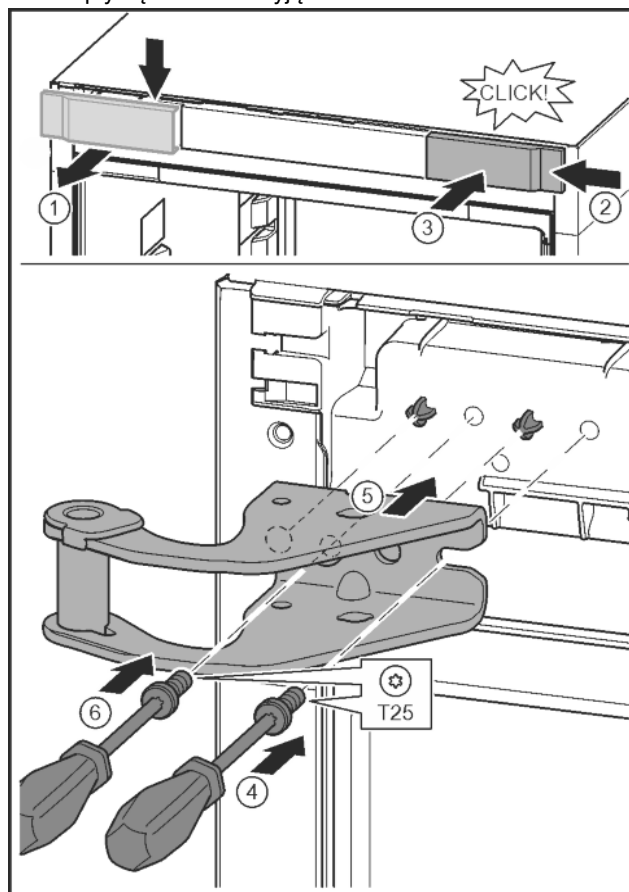

Fig. 15
- ▶ Poluzować osłonę i zdjąć w bok. Fig. 15 (1)
- ▶ Osłonę obrócić o 180° założyć z drugiej strony od prawej. Fig. 15 (2)
- ▶ Zazębić osłonę. Fig. 15 (3)
- ▶ Śrubę założyć przy pomocy śrubokręta T25. Fig. 15 (4)
- ▶ Założyć górną płytkę zawiasu. Fig. 15 (5)
- ▶ Dokręcić śrubę. Fig. 15 (4)
- ▶ Śrubę założyć przy pomocy śrubokręta T25 i mocno dokręcić. Fig. 15 (6)